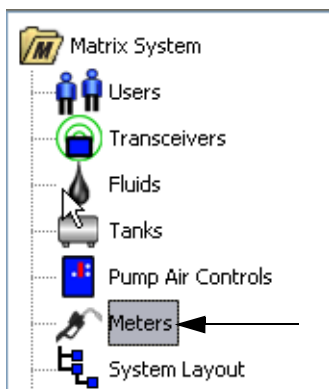

Рис. 85
1. Щелкните на значке «**Meters**» [Расходомеры] (Рис. 85) из перечня на панели системы Matrix. Отобразится экран «Meters» [Расходомеры].